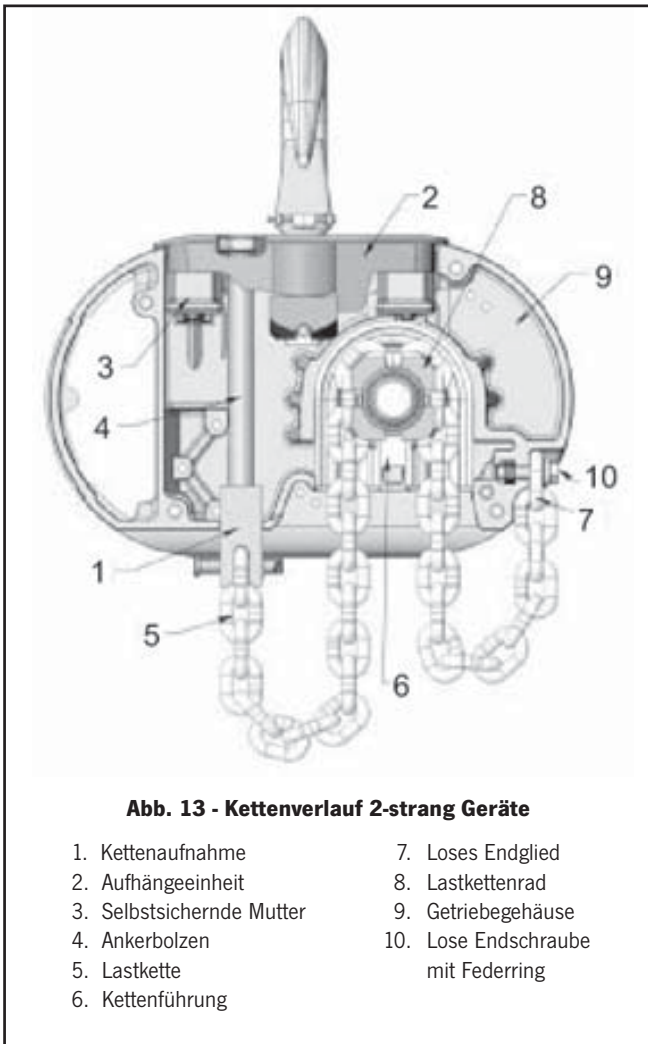

Abb. 13 - Kettenverlauf 2-strang Geräte
Das lose Kettenende (Leerstrang) muss immer ordnungsgemäß am Gehäuse montiert sein (Abb. 13).
3. Steuerschalter in Richtung Senken betätigen und den Lasthaken vorsichtig absenken, bis der untere Endschalter die Senkbewegung stoppt. 7 bis 11 Kettenglieder (abhängig vom Gehäusertyp) sollten zwischen dem freien Endglied und dem Ketteneinlauf vom Gerät vorhanden sein (siehe Abb. 13 und 14).
Die Aufhängeeinheit wird in die Ausnehmung im Hebezeug eingesetzt. Der Ankerbolzen mit Gabelkopf muss aus dem Boden des Gerätes herausragen, wobei die Bohrung für den Bolzen und der Gabelkopf in Richtung Unterseite des Hebezeugs (Abb. 13) stehen sollten. Wenn diese nicht, wie dargestellt, ausgerichtet sind, muss der Ankerbolzen aus der Ausnehmung im Verbindungsstück angehoben werden. Durch Drehen des Ankerbolzens mit Gabelkopf wird die gewünschte Ausrichtung erzielt.
2. Bei den Gehäusetyper E, E-2, H und H-2 das letzte Kettenglied in die Kettenaufnahme (Abb. 13) einführen und dort mit dem Kettenbolzen, der Unterlegscheibe und dem Splint sichern.
3. Bei den Gehäusetyper R, R-2, RR und RR-2 den Kontaktblock (Abb. 14) auf der Kette nach oben schieben, bis er den Boden des Hebezeugs berührt und der Gabelkopf der Kettenaufnahme (Abb. 13) aus der quadratischen Öffnung im Schalterboden herausragt.
Lastkette mit Endschraube (Abb. 13) im Gehäuse verschrauben.